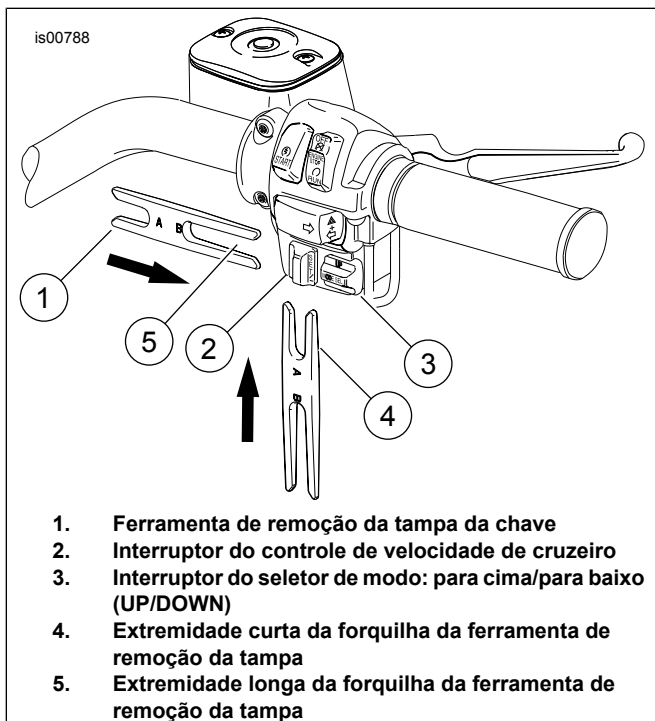

Figura 6. Remoção da tampa da chave da estrutura inferior dos interruptores do lado direito do guidom
5. Veja a Figura 6. Use a extremidade curta (4) da ferramenta de remoção da tampa da chave (1) para remover a tampa da chave do controle de velocidade de cruzeiro (RES/SET) (2). Empurre a parte inferior da tampa da chave para cima.